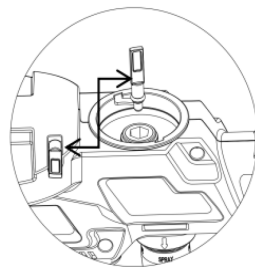

Рис. 22
4. Вставьте штифт в отверстие для подачи жидкости, прижав его к стальному шарик впускного клапана. Несколько раз осторожно нажмите на штифт, чтобы стальной шарик мог свободно перемещаться и восстановил нормальную работу (рис. 22).